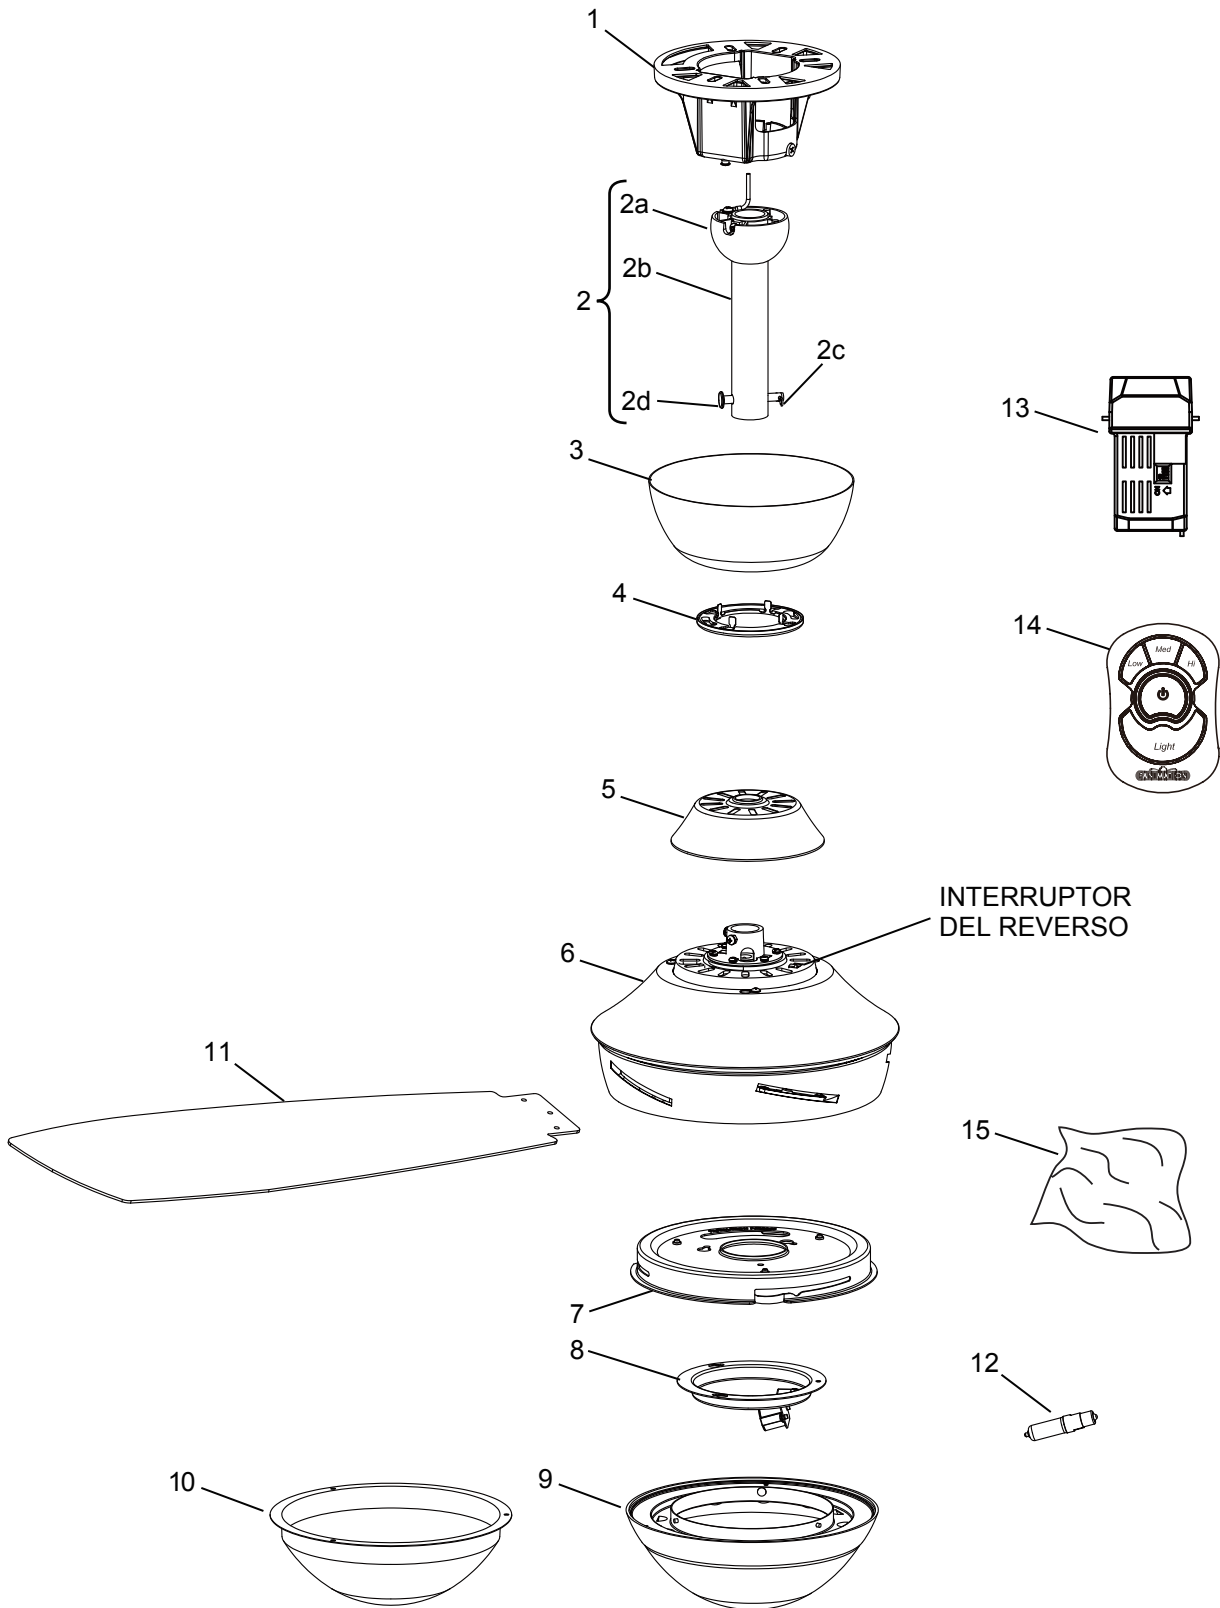

Figura 1
1. Afloje los tres tornillos y extraiga un tornillo de la pestaña del soporte. (Figura 1)
1. No instale bombillas de luz. (Figura 1)